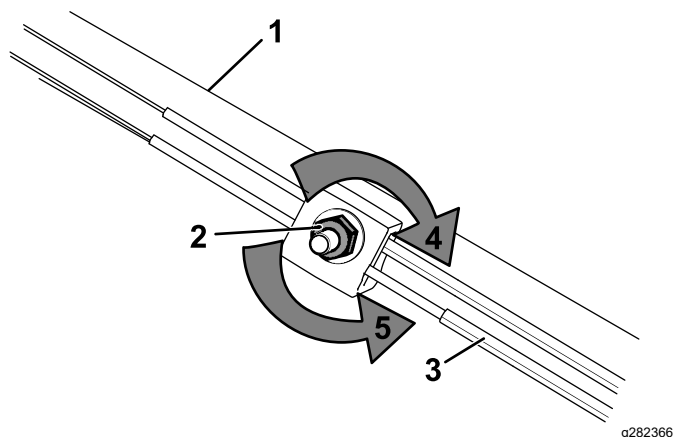

Figura 50
1. Gire la tuerca de ajuste en sentido antihorario para aflojar el ajuste del cable (Figura 50).
2. Ajuste la tensión del cable (Figura 50) tirando del mismo hacia atrás o empujándolo hacia adelante, y sujételo en esa posición.